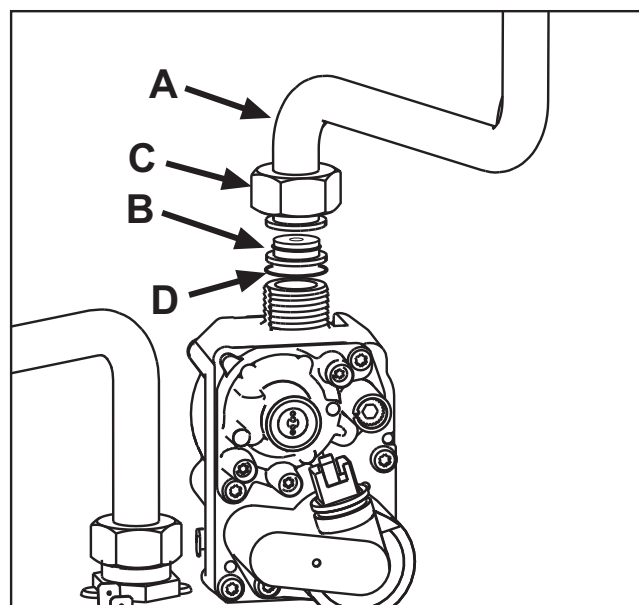

fig. 23
- Dévisser la rondelle C et enlever le tuyau de gaz A de la vanne à gaz (voir fig. 23).
- Remplacer le gicleur B présent dans le tuyau gaz par celui contenu dans le kit de transformation après avoir intercalé le joint D (voir fig. 23).